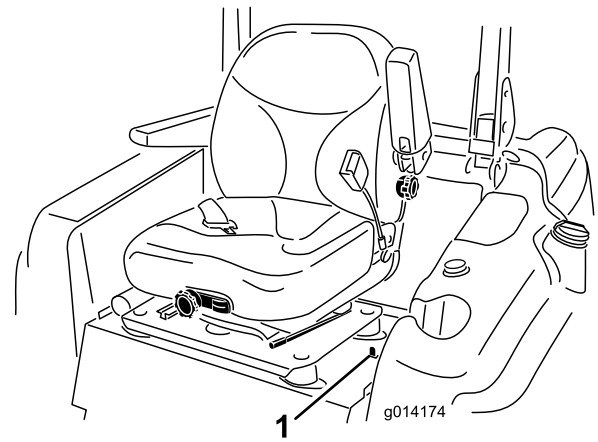

Figure 26
1. Déplacer le verrou du siège, situé sur le côté gauche du siège, vers l'arrière pour déverrouiller le siège et tirez le haut du siège en avant (Figure 26).